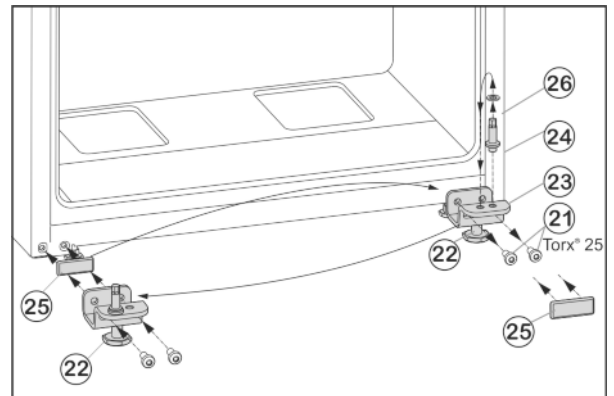

Fig. 6
- ▶ Keerake kinnituskruvid Fig. 6 (21) välja.
- ▶ Võtke alumine laagripukk Fig. 6 (23) tervikuna koos laagripoldi Fig. 6 (24), seibi Fig. 6 (26) ja seadejalaga Fig. 6 (22) maha.
- ▶ Keerake laagripolt Fig. 6 (24) tervikuna koos seibiga Fig. 6 (26) välja, paigutage vastasküljel laagripuki kinnitussasse ümber ning kruvige taas kinni.
- ▶ Võtke katteplaat Fig. 6 (25) ettevaatlikult maha ja paigutage vastasküljele ümber.
- ▶ Kruvige alumine laagripukk Fig. 6 (23) tervikuna koos laagripoldi Fig. 6 (24), seibi Fig. 6 (26) ja seadejalaga Fig. 6 (22) akutrelli kasutades uuel šarniirküljel taas **tugevasti (4 Nm)** külge.
- ▶ Asetage alumine uks ülaltpoolt laagripoldile Fig. 6 (24).
- ▶ Keerake seadejalga Fig. 6 (22) alumisest laagritoest Fig. 6 (23) välja, kuni ta toetub vastu põrandat.